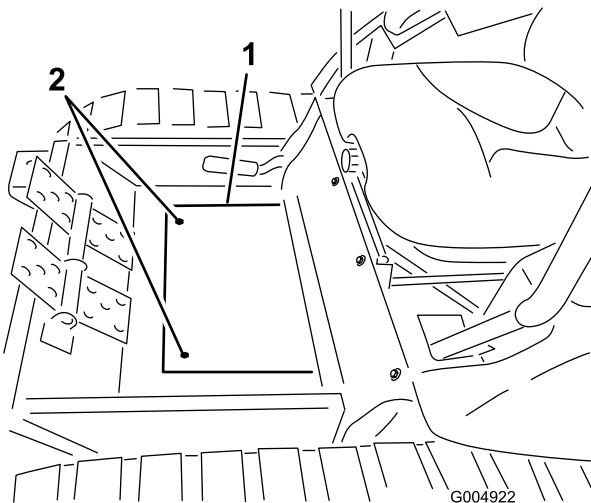

Рисунок 104
26. Отверните два винта крепления крышки панели пола зимней рамы к полу и снимите панель (Рисунок 104)